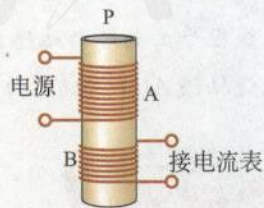

图4.2-13 哪种情况可在线圈B中观察到感应电流?
6. 某实验装置如图4.2-13所示, 在铁芯 P 上绕着两个线圈 A 和 B , 如果线圈 A 中电流 i